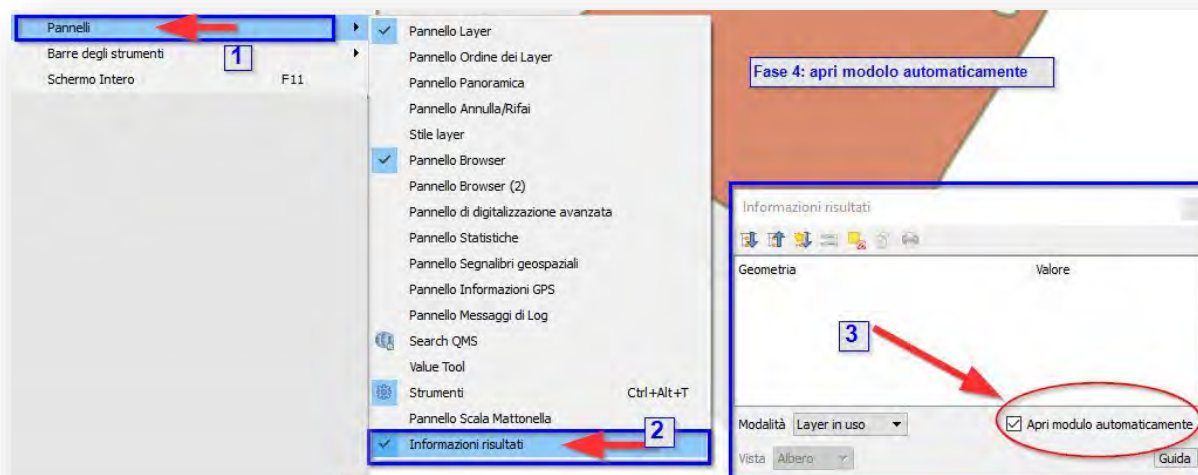

Figura 17 – Fase 4: Apri modulo (maschera) automaticamente: da menu di QGIS: Visualizza →Pannelli →Informazioni risultati →Apri modulo automaticamente
- solo la prima volta che si apre il progetto come riportato in Figura 17, nel pannello “**Informazioni risultati**”, mettere la spunta su “**Apri modulo automaticamente**” per aprire automaticamente la maschera di inserimento;